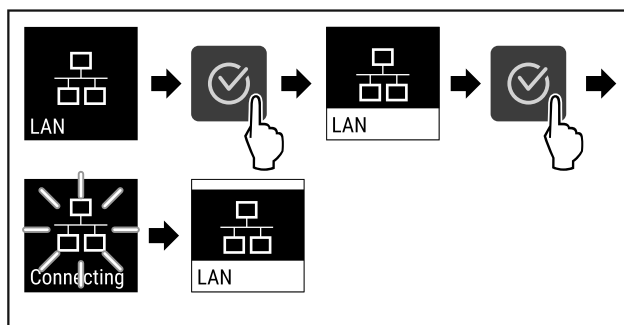

Fig. 80
- ▶ Vykonať kroky akcie (pozri Fig. 80).